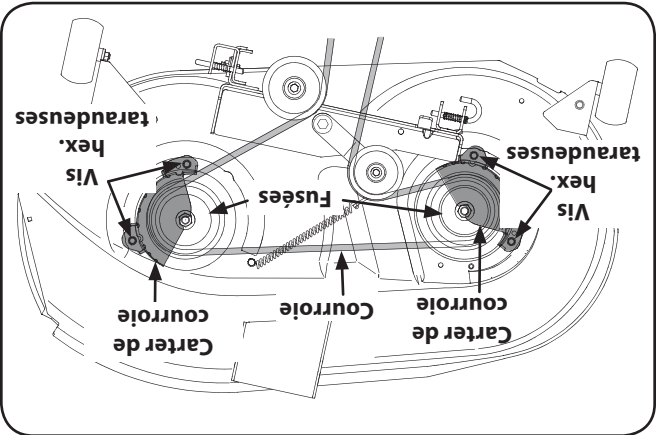

Figure 7-8 (42 po)
2. Avec une clé de 15/16es de po, tenez l'écrou à six pans sur le haut de la fusée en desserrant l'écrou à six pans qui retient la lame. Une cale en bois peut être placée entre l'habitacle du plateau de coupe et le tranchant de la lame pour dégager l'écrou à six pans qui retient la lame. Voir la Figure 7-8. Utilisez une 15/16" wrench to hold the hex nut on top of the spindle assembly when loosening the hex nut securing the blade. A block of wood may be placed between the deck housing and the blade to help in breaking loose the hex nut securing the blade. See Fig. 7-8.